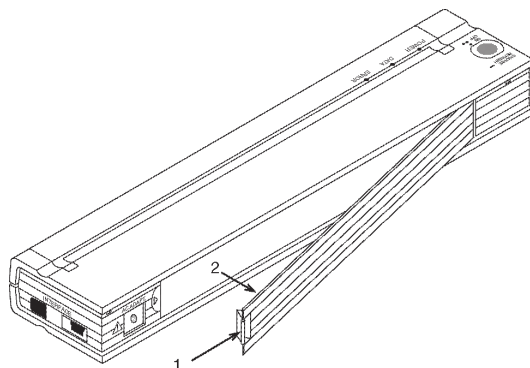

Figure 10. Ouverture du compartiment de la batterie
1. Ouvrez le compartiment de la batterie en appuyant sur le verrou du couvercle. Ôtez le cache de la prise de l'adaptateur secteur. Consultez la Figure 10.